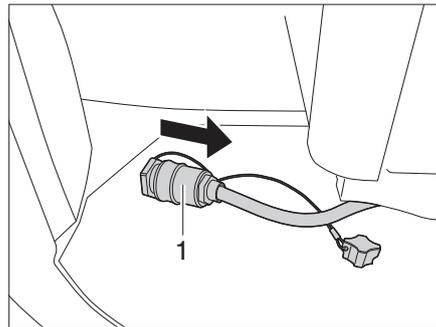

Bild 54 Elektroverbindung lösen
- Elektroverbindung (Bild 54,1) lösen.